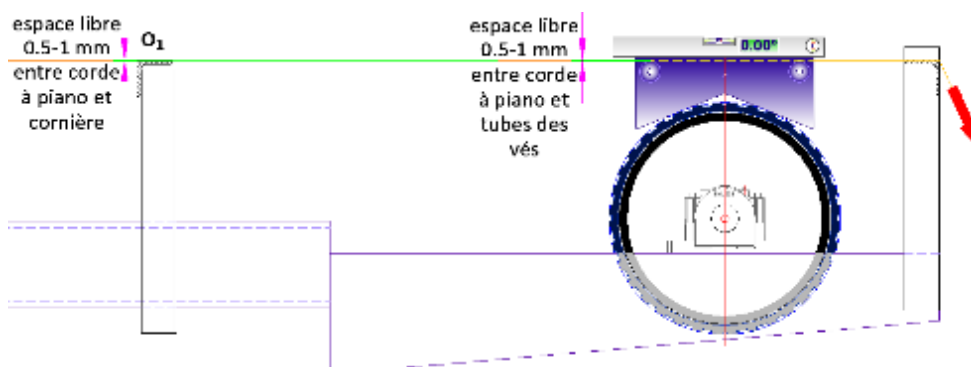

Fig.24 : Détail : espace libre entre corde à piano et point O1 et tubes des vés
8. Ajuster l'altitude de ce fer (attache de la 2^{ème} extrémité de la corde à piano) de telle sorte que la corde à piano tangente au mieux "**sans toucher**" la cornière n°1 et les tubes d'entretoise des vés. Dès que l'altitude de ce fer est repérée, il faut le fixer (pince bloque, serre-joint, points de soudure, ...) {fig.24}.